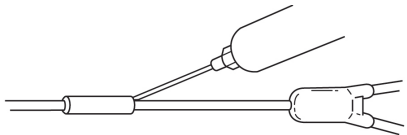

Fig. 9
9. Inyectar adhesivo en ambos extremos del manguito (Fig. 9). Retirar el adhesivo sobrante.